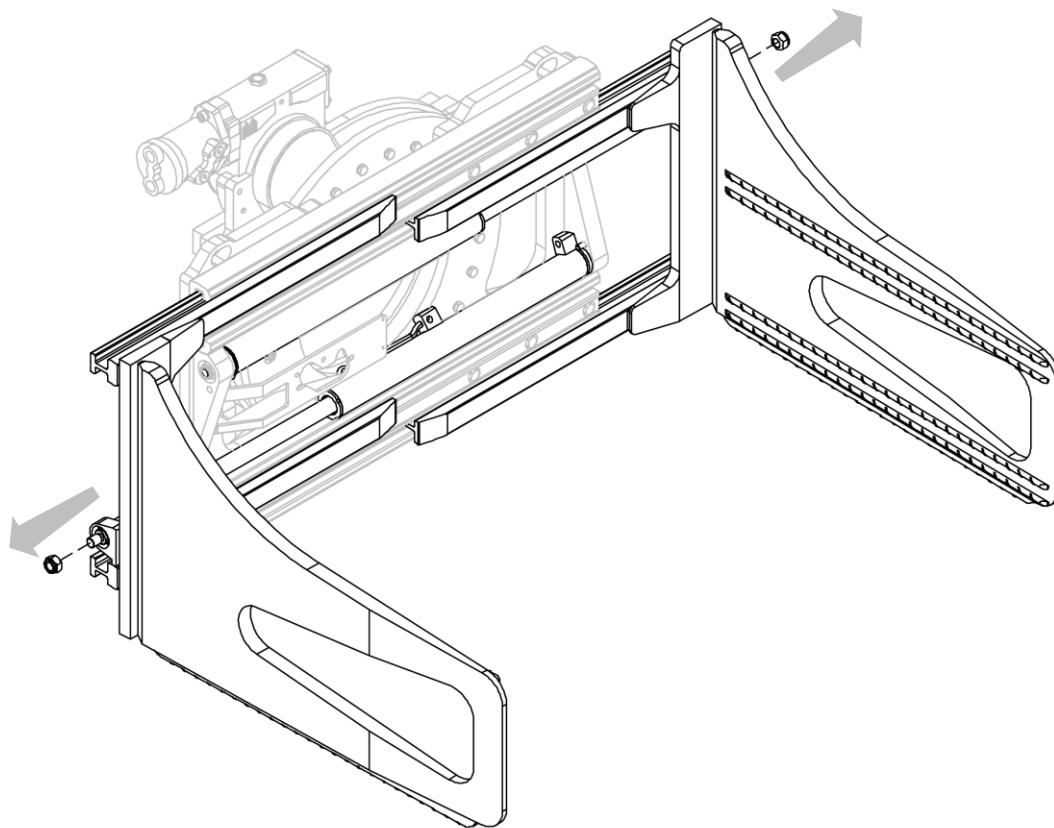

Figura 28
3. Rimuovere i dadi che vincolano i cilindri alle forcelle (vedi *Figura 28*).